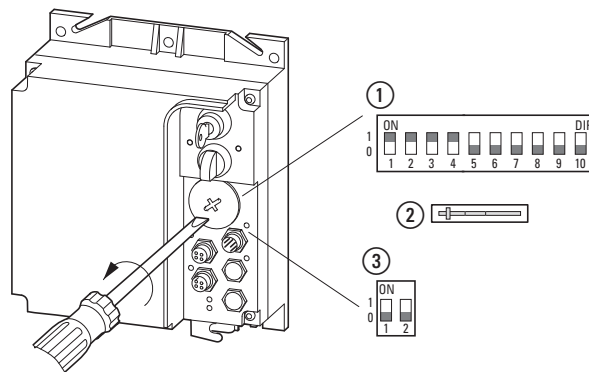

Figure 83 :Codeur DIP sous la vis de fermeture
| | rouge | Signalisation de défaut : Un défaut a été détecté et reste présent. <ul style="list-style-type: none"> Surcharge moteur (surintensité) <ul style="list-style-type: none"> → Vérifier moteur et unité d'entraînement (remise à zéro avec moteur refroidi) → Court-circuit dans le câble moteur → Vérifier le codeur DIP (pôles 1 à 4) Surveillance thermistances/câble <ul style="list-style-type: none"> → Vérifier moteur et unité d'entraînement (remise à zéro avec moteur refroidi) → Pas de câble moteur raccordé (prise départ moteur) → Pontage T1/T2 dans le bornier moteur absent dans les moteurs avec sonde thermique → Cavalier ② non fermé, figure 83, Page 103) avec câble moteur non branché (→ uniquement pour entretien) Codeur DIP (sous la vis de fermeture) avec positions réglées non valides (→ Page 104) Surcharge/court-circuit aux entrées capteur I3/I4 ou à la sortie actionneur O3 Descente en dessous du seuil inférieur de courant (→ Page 107) Dans le cas d'un défaut survenu brièvement ou éliminé, cette LED clignote jusqu'à l'ordre de → Page 107 remise à zéro (commutateur à clé) |
Pour cela, le codeur DIP gauche de la partie ③ de la → Figure 83, page 103 doit être sur ON.